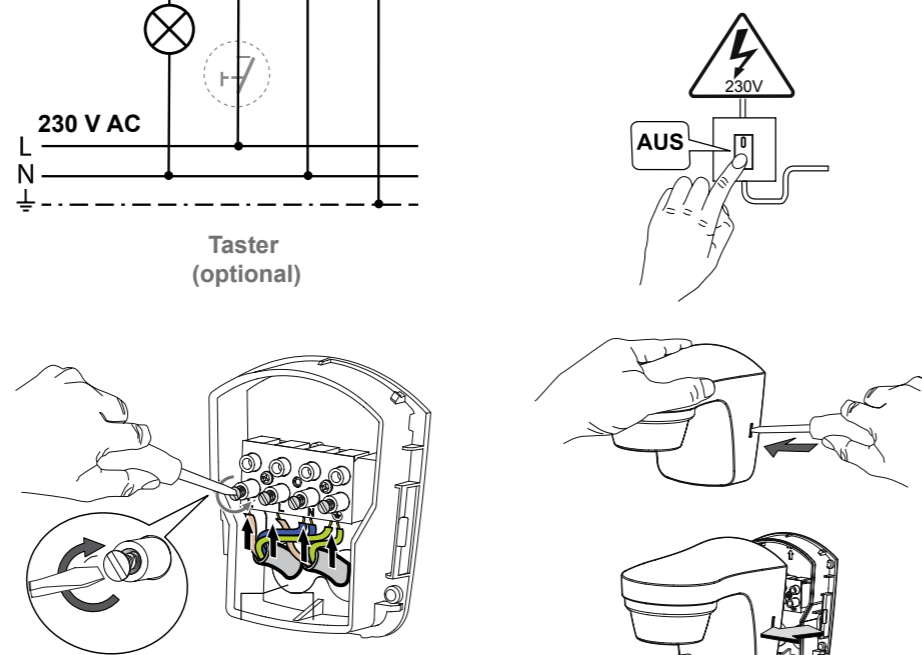

Abb. 2
- 3 Führen Sie die spannungsfreien Anschlussleitungen für den Bewegungsmelder und ggf. des externen Tasters durch die Dichtungen. Schrauben Sie die Rückseite des Bewegungsmelders an der Wand fest. Schließen Sie die Anschlussleitungen entsprechend Anschlussplan an (s. Abbildung 2, „Elektrischer Anschluss“).